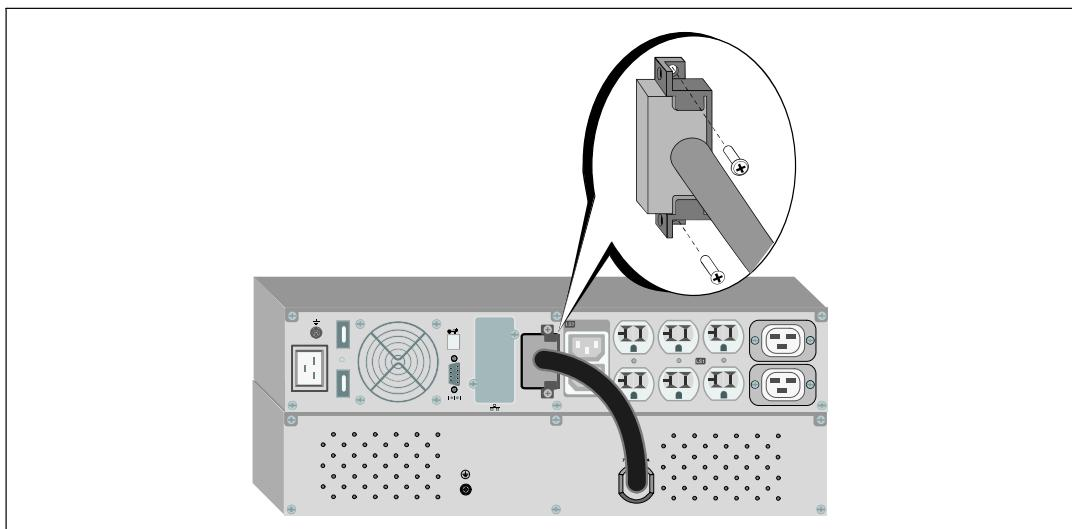

図28. 外付けバッテリーモジュールの取り付け方法（1920-700W UPS型のみ）
- 3** 外付けバッテリーモジュールケーブルをUPSバッテリーコネクタへ差し込みます（図28を参照）。